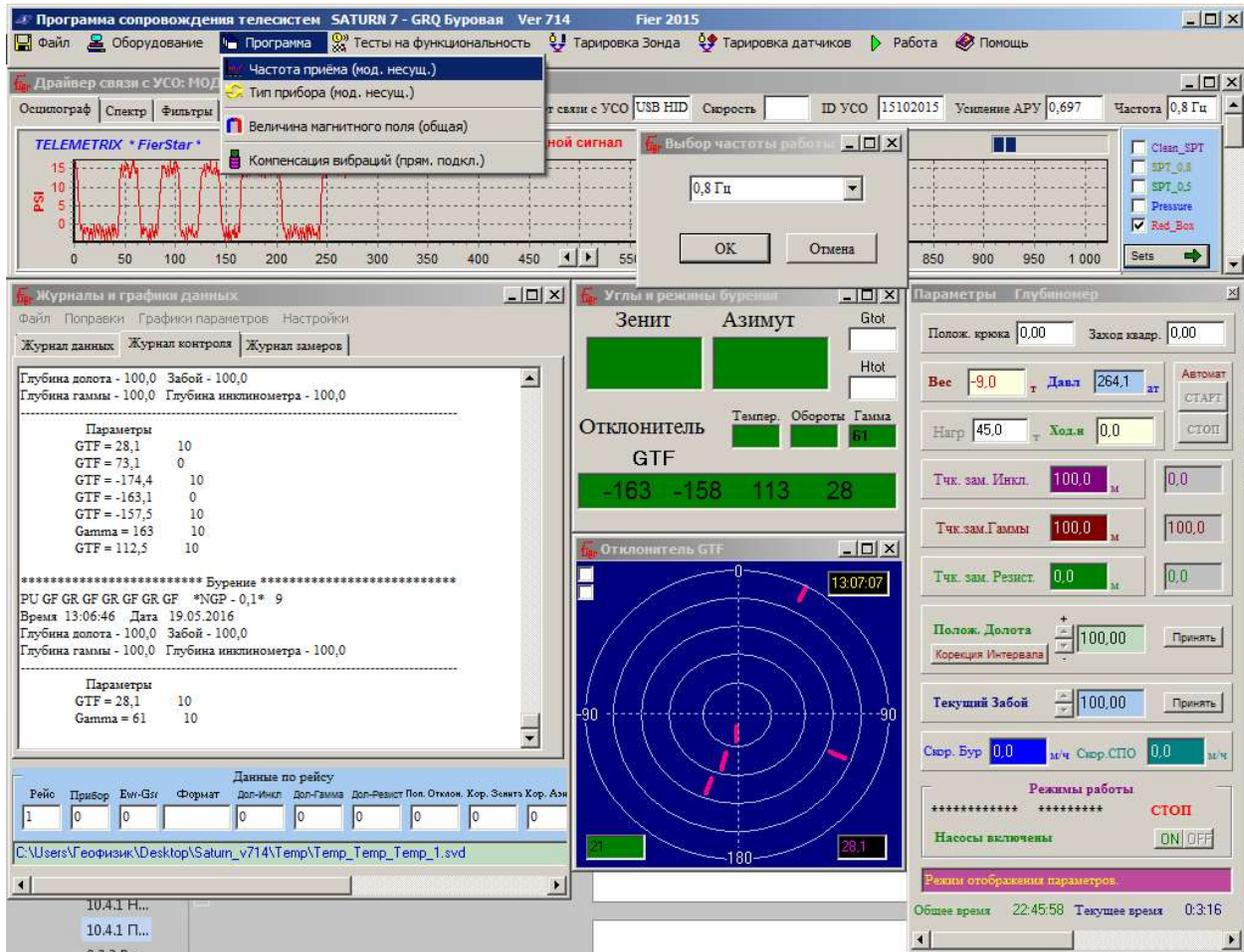

Рисунок 10.29
- Вкладка «Программа» - «Частота приёма» - меняем на 0,8 Гц – «ОК» (Рисунок 10.29).